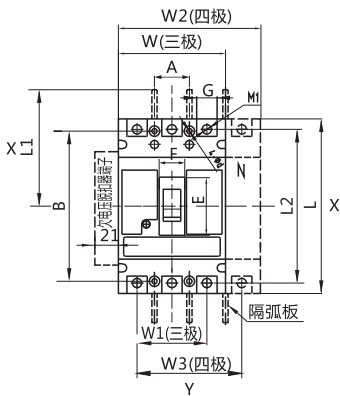
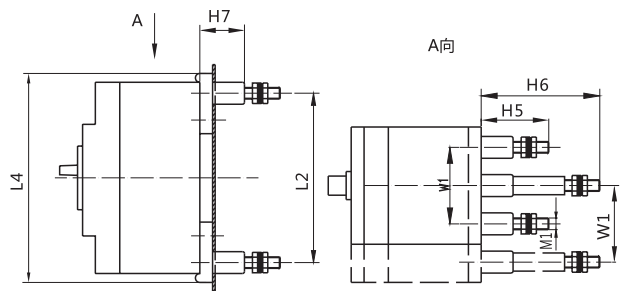
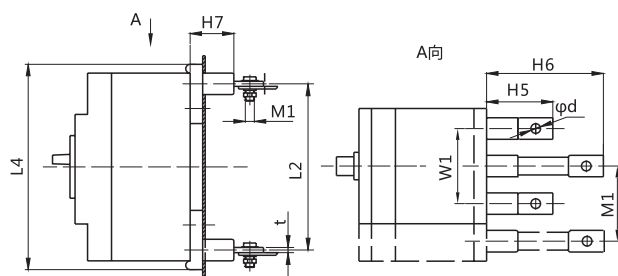
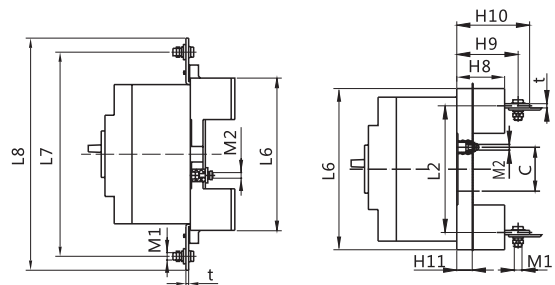

图2 固定式板前接线
图3 RDM1E-100、225固定式板后接线
图4 RDM1E-400、800固定式板后接线
图5 插入式板前接线 (三极) 图6 插入式板后接线(三极、四极)
9.1外形尺寸见图2、图3、图4、图5、图6及表10
- (1) 板前接线外形尺寸见图2 (X-X、Y-Y为三极断路器中心)
- (2) 板后接线外形尺寸见图3,见图4 (3) 插入式板前接线外形尺寸见图5